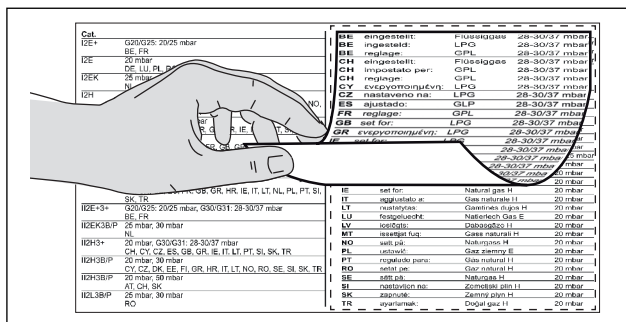

Fig. 5.28 Incollare le targhette set d'ugelli
- ▶ Applicare le targhette del set di ugelli in dotazione nel punto appropriato sopra la targhetta del set di ugelli sulla parte inferiore del piano cottura (v. fig. 5.28) e sul retro di queste istruzioni per l'uso e il montaggio.